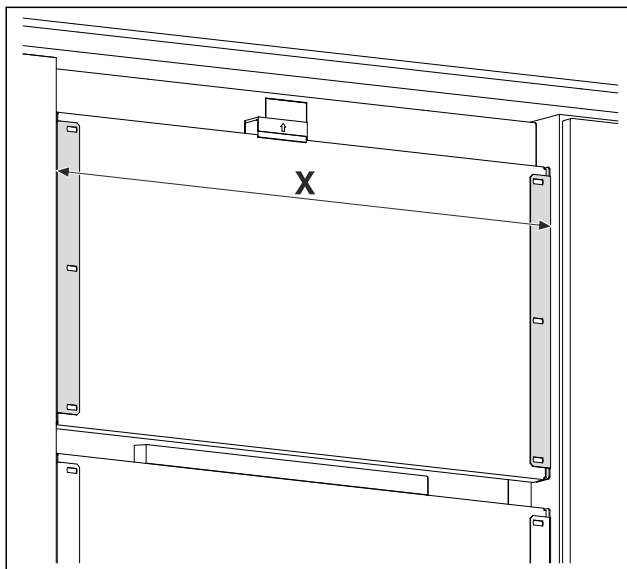

Fig. 17 Eksempelfremstilling
- Mål avstanden Fig. 17 (X) mellom de utvendige kantene til holdevinklene.